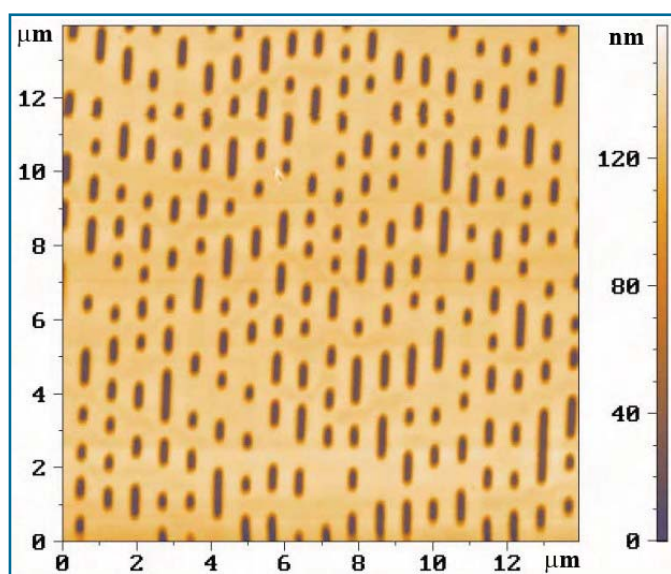

Рис. 3. АСМ изображение DVD диска (интервал между витками — 1,6 мкм, ширина углубления — 0,5 мкм, глубина — 0,125 мкм, минимальная длина — 0,83 мкм)
кой или компьютерными играми. Чтение и запись информации в этом случае осуществляется лазером с длиной волны от 780 нм для CD и 650 нм для DVD до 405 нм для новых *Blu-ray* дисков. В оптической записи данные кодируются в виде последовательности отражающих и неотражающих участков, которые интерпретируются как единица и ноль соответственно (рис. 3). Максимальный объем информации для оптических дисков составляет от 720 Мбайт (CD) до 17 Гбайт (DVD) при массе всего лишь 14–33 грамм, а также 26 Гбайт для *Blue-Ray*. Основным недостатком оптической записи все еще остается низкая скорость чтения/записи информации, составляющая менее 100 Мбайт/с для *Blue-ray* дисков (по сравнению с 1,5 Гб/с в магнитных накопителях). Однако недавно были анонсированы принципы создания первых голографических HVD (*Holographic Versatile Discs*) дисков емкостью до 4 Тбайт, практически не уступающих по скорости доступа магнитным HDD.